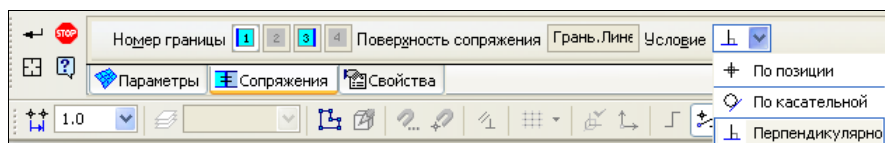

Рис. 30.23. Панель свойств: Поверхность по сети кривых на вкладке **Сопряжения**
- ◆ на Панели свойств откройте вкладку **Сопряжения** (рис. 30.23). На этой вкладке в группе переключателей **Номер границы** активируйте переключатель с нужным номером (в данном случае № 1). Граница будет подсвечена в окне модели;